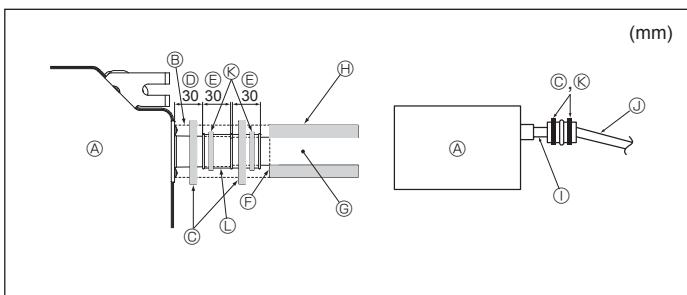

Fig. 3-5
1. Koble dreneringsmuffen (følger med enheten) til avløpsporten. (Fig. 3-5)